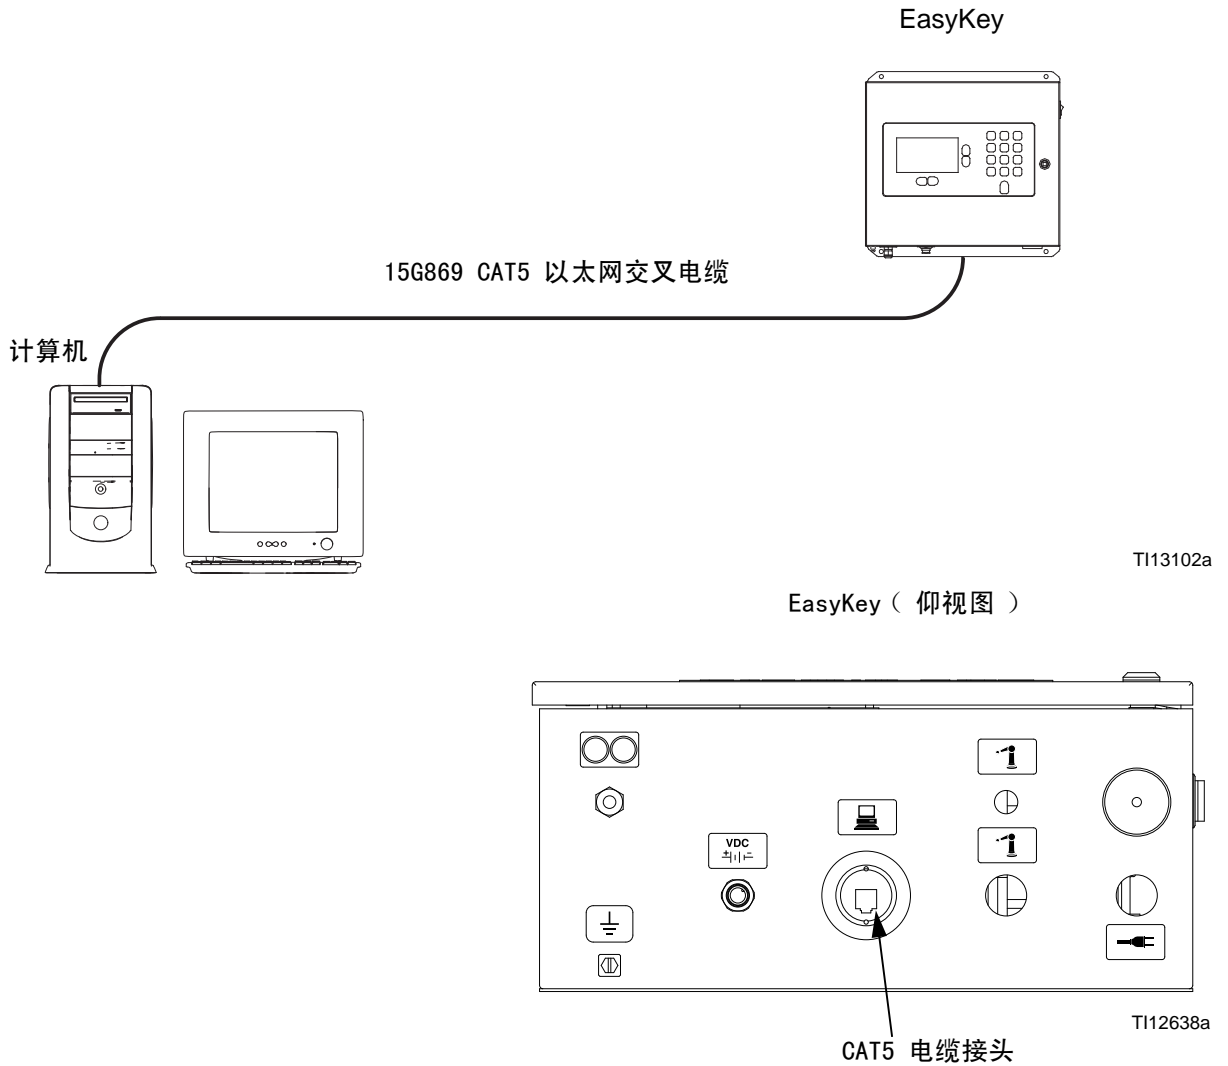

图 7: ProMix 2KS/3KS 基础网络界面连接
2. 安装完 ProMix Application Interface 之后, 使用 EasyKey 配送的 15G869 CAT5 以太网交叉电缆将电脑直接连接至 EasyKey。见 图 7。
在 BWI 主屏幕中 (参见图 7)，操作员可以选择设置、软件 / 复位、报告。